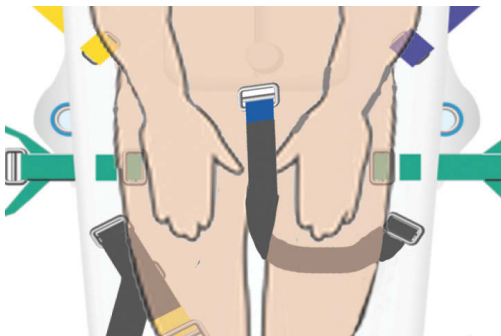

Figur 11
9. Om nackkrage används, sätt fast hakremmen över kragen och på huvudhållaren enligt figur 11.